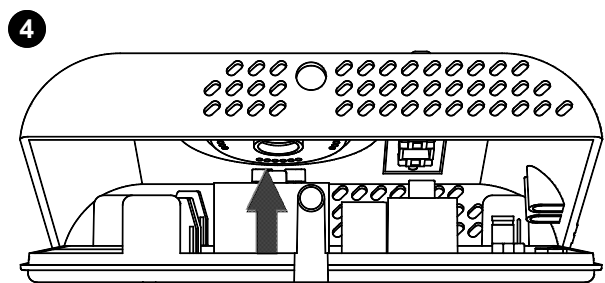

Fig. 5 - Abb. 5
- 4 Tourner la calotte en exerçant une légère pression jusqu'à l'extraire complètement (Fig. 5).